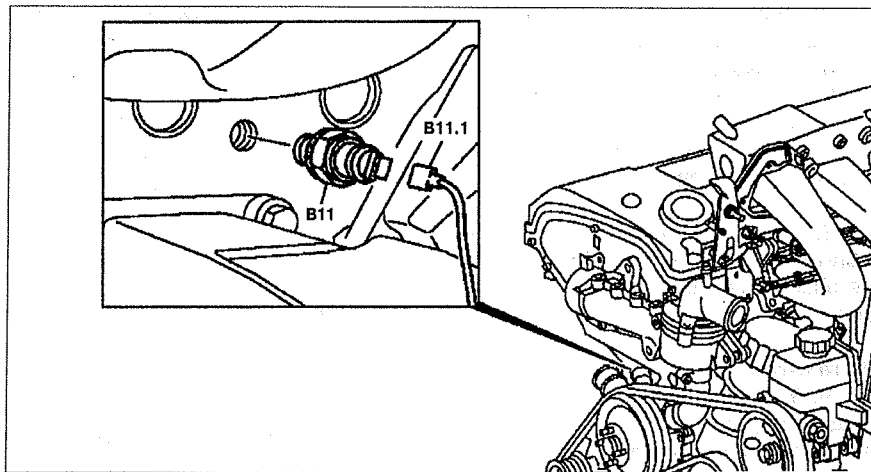

Рис. 2.96. Датчик давления масла: В11. Датчик давления масла, В11.1. Разъем датчика давления масла.
2. Отсоедините разъем проводки В11.1 от датчика (см.рис.2.96).